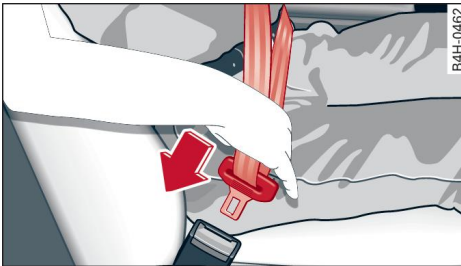

Fig. 55 Lengüeta de cierre y cierre del cinturón
- Introduzca la lengüeta en el cierre correspondiente al asiento hasta que encastre de un modo audible ⇒ *fig. 55*.